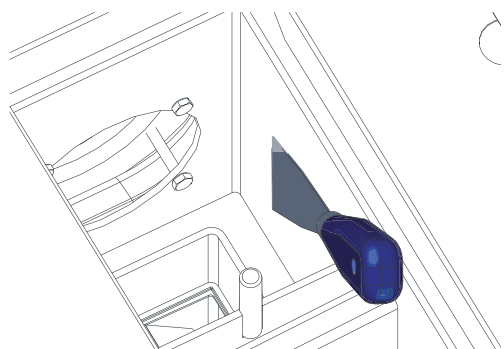

Fig. 68 Pulire le superfici riscaldanti
- ▶ Pulire le superfici riscaldanti in alto con spatola e pennello – Fig. 68.